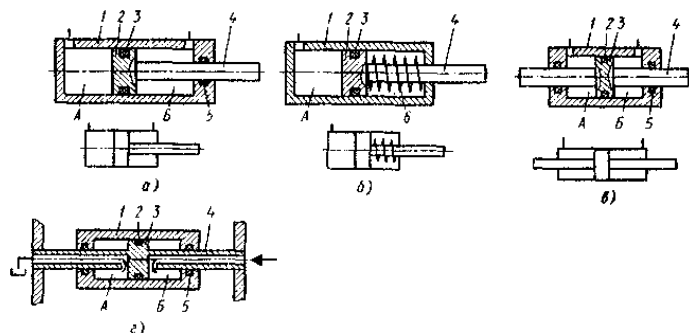

Рисунок 1 – Схемы поршневых гидроцилиндров:
– со стороны поршневой полости для цилиндров с односторонним штоком (см. рис. 1, а и б)